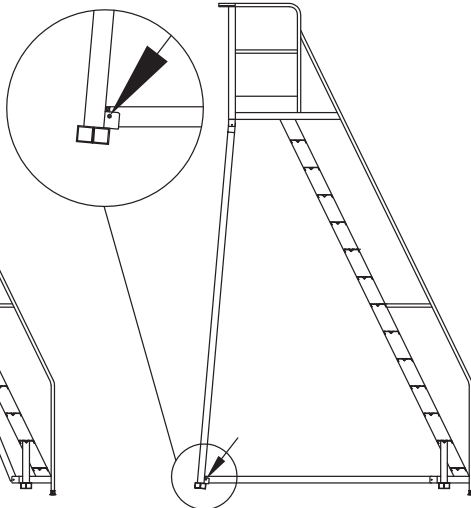

Figura 02
- Nella versione con zavorra (OBBLIGATORIA PER USO ESTERNO) inserire i quattro blocchi in dotazione nell'apposita vaschetta posta sulla base della scala (vedere figura 02).